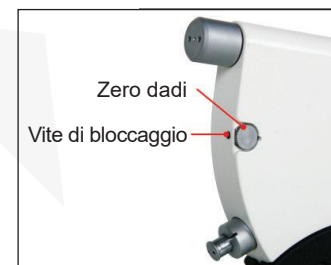

Fig.1
- Allentare il manicotto di bloccaggio, posizionare il blocchetto di calibrazione tra le due superfici di misurazione e ruotare il dado di regolazione. Quando le due superfici di misura entrano in contatto con il blocchetto calibrato, continuare a ruotare il dado di regolazione fino a quando il puntatore indica la posizione zero e serrare il manicotto di bloccaggio. Scuotere leggermente il blocchetto calibrato per farlo entrare completamente in contatto con entrambe le superfici di misura. Se il puntatore non cambia, è possibile procedere direttamente alla misurazione; in caso contrario, ruotare il dado zero fino a quando il puntatore indica lo zero e serrare la vite di bloccaggio (Fig. 1).